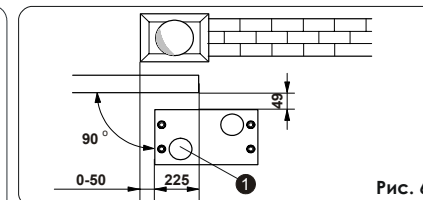
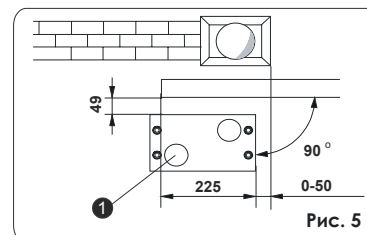

Рис. 6
Рис. 5
- Плита основания должна быть расположена так, как показано на рис.5 (закрывание вправо) или рис.6 (закрывание влево), для правильного зацепления рейки и шестерни.